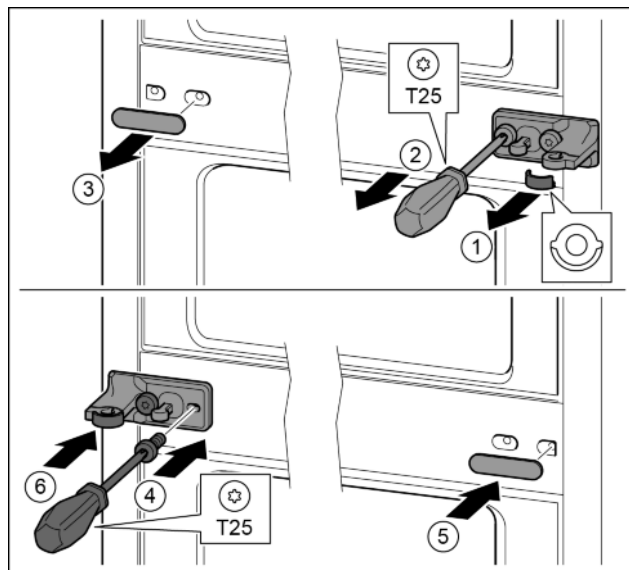

Fig. 13
- ▶ Снять шайбу. Fig. 13 (1)
- ▶ Выкрутить винты отверткой T25. Fig. 13 (2)
- ▶ Осторожно снять крышку. Fig. 13 (3)
- ▶ Плотнo прикрутить опорный кронштейн с подкладкой с поворотом на 180° с другой стороны. Fig. 13 (4)
- ▶ Установить крышку с поворотом на 180° с другой стороны. Fig. 13 (5)
- ▶ Спереди надвинуть шайбу. Fig. 13 (6)